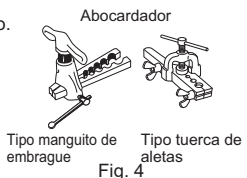

Fig. 4
- 5) Inserte completamente la manguera de drenaje en el depósito de drenaje situado en la parte posterior derecha de la unidad interior. (Fig. 4)
- 6) Introduzca la manguera de drenaje en el manguito del orificio de la pared (C) y enganche la parte superior de la unidad interior en la placa de instalación (1). A continuación, desplace la unidad interior totalmente a la izquierda para facilitar la colocación de las tuberías en la parte posterior de la unidad.
- 4) Labores de abocardamiento (Fig. 4, 5). Sujete firmemente el tubo de cobre de la dimensión que se muestra en la tabla. Seleccione A mm en la tabla según la herramienta que emplee.